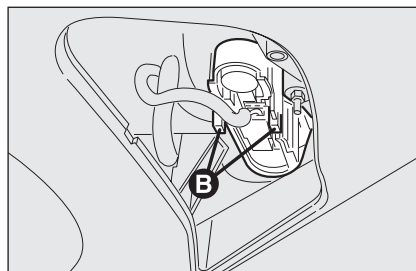

fig. 36
- ☐ estrarre il gruppo portalampade agendo sulle linguette di ritegno **B-fig. 36**;
- ☐ reinserire il gruppo portalampade fissandolo correttamente in posizione mediante le linguette di ritegno **B-fig. 36**;
- ☐ estrarre il gruppo portalampane agendo sulle linguette di ritegno **B-fig. 36**;
- ☐ reinserire il gruppo portalampane fissandolo correttamente in posizione mediante le linguette di ritegno **B-fig. 36**;